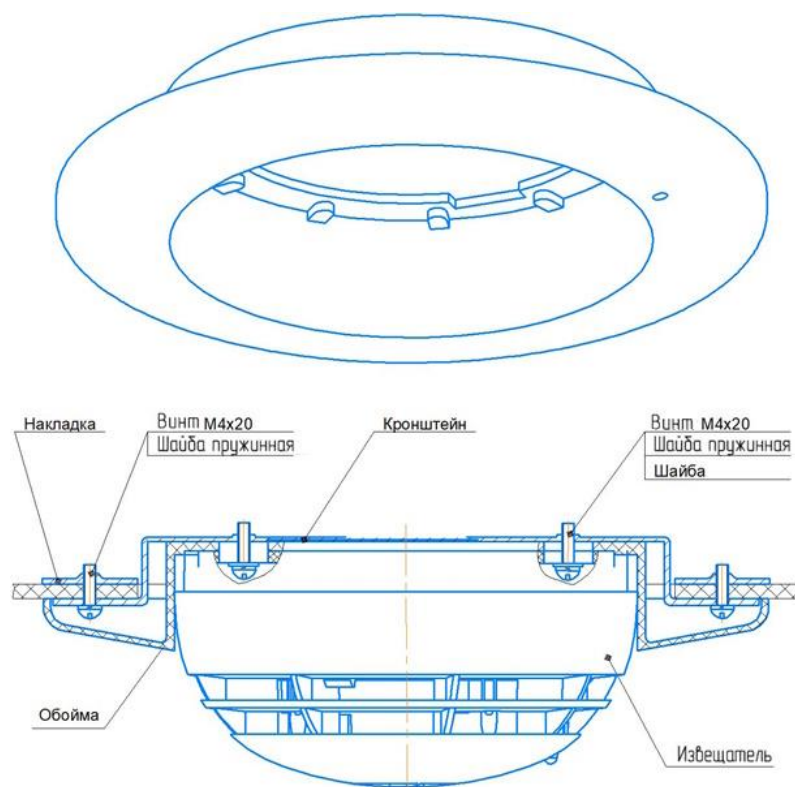

Рисунок 9 – Установка извещателя на подвесные потолки
8.4 Установку извещателя на подвесные потолки производить с помощью монтажного комплекта АКПИ.425921.001, поставляемого по отдельному заказу, согласно инструкции АКПИ.425238.002ИМ2 (см. рис.9).